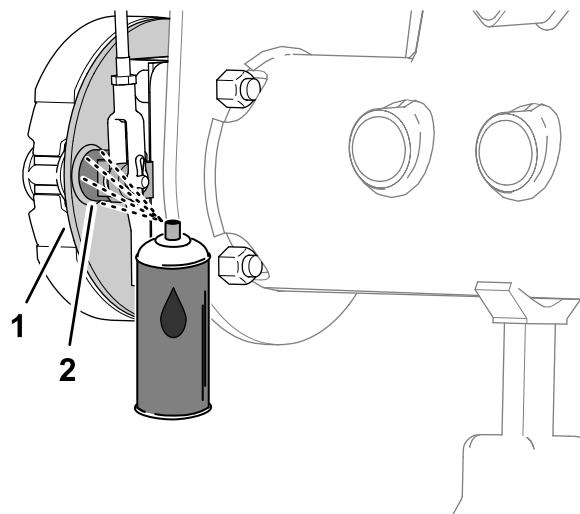
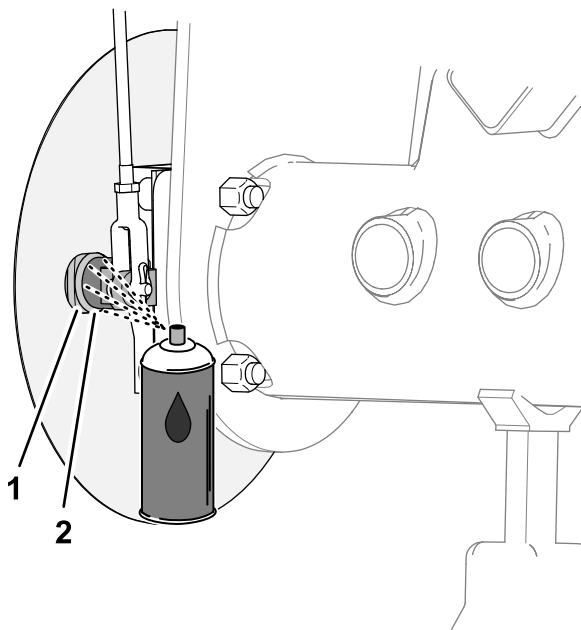

Figura 81
Figura 82
1. No lado interior da placa traseira dos travões (máquinas sem o resguardo de relva do aro da roda opcional) ou no resguardo da roda (máquinas com o resguardo de relva do aro da roda opcional), pulverize óleo penetrante entre o veio do excêntrico dos travões e a placa posterior (Figura 81 ou Figura 82).